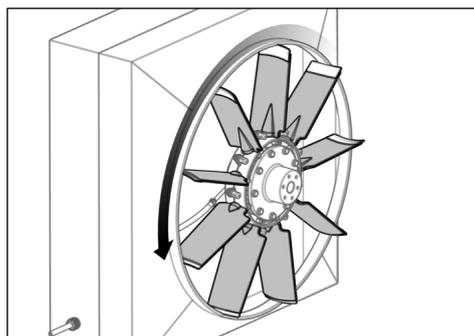

Fig. 33
- 29) Rodar o ventilador à mão (ver Fig. 33).